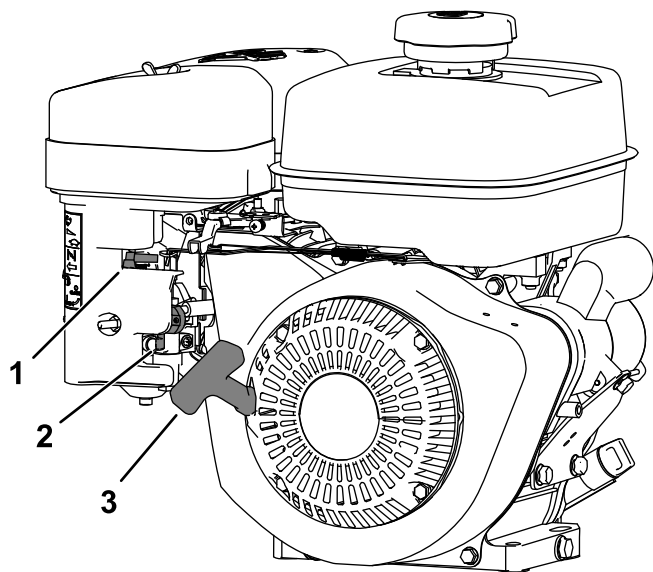

図 8
チョークコントロールはコントロールコンソールの左側にあります冷えているエンジンを始動させる時に使用します 図 8。
燃料バルブはエンジンの右前、燃料タンクの下にあります 図 8。
3. 燃料キャップの周囲をきれいに拭いてキャップを外す 図 8。
4. 燃料タンクの天井から 6-13 mm 程度下まで給油する 図 8。タンクの首の部分まで入れないこと。